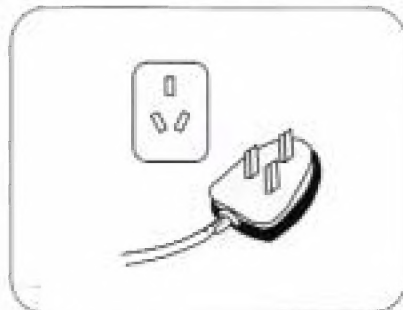

图6
1. 展示柜必须有独立的电源插座，并进行可靠的接地，如果电压超出正常使用范围198V~242V时，应加装1000W以上的自动稳压器配合使用。（图6）